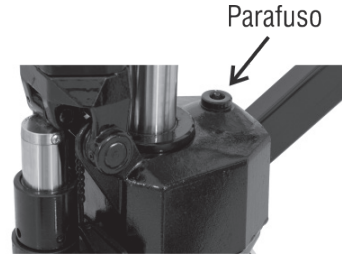

Fig. 1 – Manutenção - óleo
- p. Para o correto funcionamento do equipamento, utilize na bomba somente óleo hidráulico viscosidade ISO VG 32 (aproximadamente 250 ml). Verificar periodicamente o nível de óleo da bomba e em caso de necessidade completar o volume. Também recomendamos substituir totalmente o óleo da bomba a cada 12 meses e em caso de necessidade substituir também os reparos. Para completar ou substituir o óleo, remover o parafuso da bomba, completar o volume de óleo e recolocar o parafuso, conforme fig. 1.